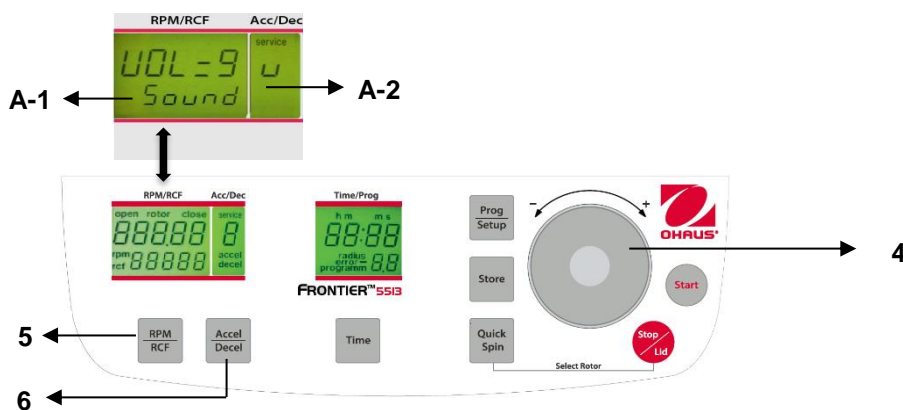

Figura. 31
Proceda como se describe en el punto 4.1.2 para ingresar en este modo de programa y luego presione el botón **"Accel/Decel"** (6). En la pantalla **"Acc/Dec"** (A-2) destella la palabra **"Service"**. Ahora seleccione la letra **"U"** con el dial de ajuste (4). Como resultado, en la pantalla **"RPM/RCF"** (A-1) aparecen las palabras **"Vol=0- 9/Sound"**. Después de presionar el botón **"RPM/RCF"** (5), puede ajustar el volumen deseado entre 0 (bajo) y 9 (alto) con el dial de ajuste (4) (vea la Figura 31).